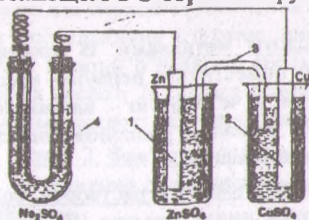

Рис. 3. Гальванический элемент
Опыт 5. Гальванический элемент. Собрать гальванический элемент по схеме рис. 3. В стакан (1) налить 1 М раствор сульфата цинка и поместить цинковый электрод, в стакан (2) – 1 М раствор сульфата меди (II) и внести медный электрод. Соединить стаканы стеклянной трубкой (3) с раствором хлорида калия.